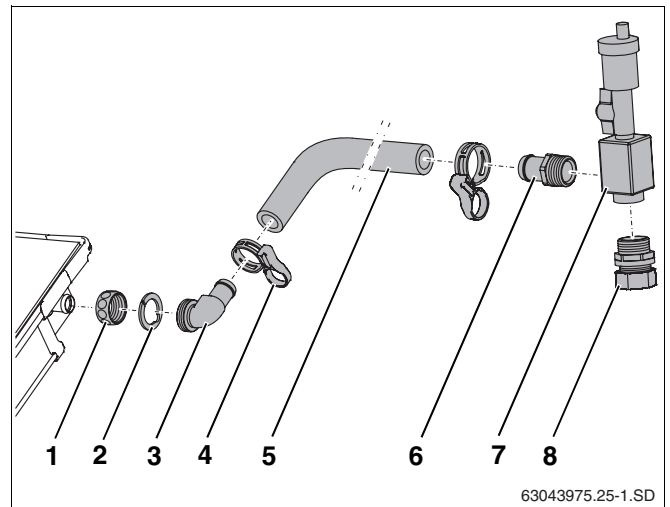

Fig. 38 Montaje del tubo solar a la conexión de impulsión
- ▶ Deslice la tuerca de racor (fig. 38, **pos. 1**) sobre las conexiones del colector.
- ▶ Coloque la arandela de sujeción (fig. 38, **pos. 2**) por detrás del borde reforzado de la conexión del colector y júntelas hasta unir las.
- ▶ Corrija la orientación de la boquilla en ángulo con junta tórica (fig. 38, **pos. 3**) y enrósquela con la tuerca de racor.
- ▶ Coloque el tubo solar largo (1.000 mm, fig. 38, **pos. 5**) en la boquilla en ángulo y fíjelo con una abrazadera (fig. 38, **pos. 4**).
- ▶ Enrosque la boquilla portatubo R³/₄ con junta tórica (fig. 38, **pos. 6**) y la boquilla doble con junta tórica (fig. 38, **pos. 8**) en el acumulador de aire (fig. 38, **pos. 7**).
- ▶ Introduzca la boquilla portatubo (fig. 38, **pos. 6**) hasta el tope en el tubo solar y fíjela con una abrazadera.
- ▶ Conecte el tubo colector a la rosca de conexión (fig. 38, **pos. 8**).